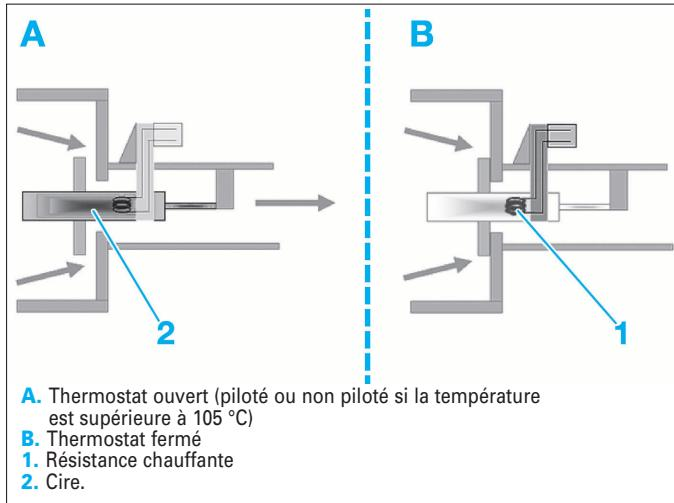

FIG. 27
La cire contenue dans le thermostat piloté se dilate à la température de 105 °C. En fonctionnement normal, le thermostat n'est pas piloté. Il régule la température du liquide de refroidissement à 105 °C. En pleines charges le calculateur d'injection commande la régulation du thermostat à 89 °C. Le calculateur d'injection commande la résistance chauffante (1) du thermostat piloté afin d'ajouter les 16 °C qui manquent au 89 °C du liquide de refroidissement pour dilater la cire (2) et ouvrir le thermostat (Fig.27).